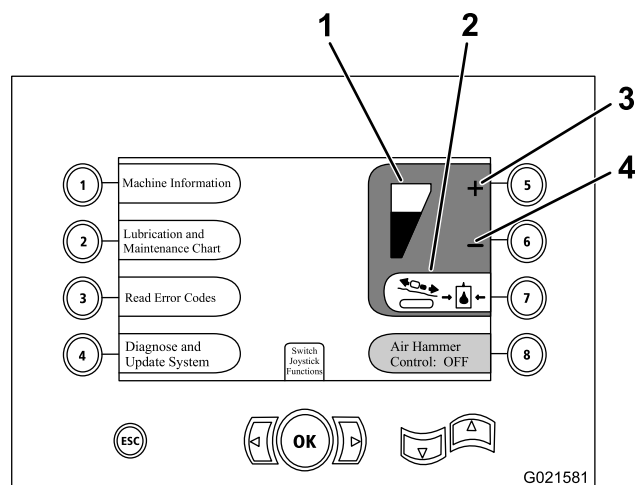

Рисунок 71
- Увеличьте или уменьшите давление каретки следующим образом: (Рисунок 71).
- Нажмите кнопку 5 на экранной странице, чтобы уменьшить давление каретки (Рисунок 71).
- Нажмите кнопку 6 на экранной странице, чтобы увеличить давление каретки (Рисунок 71).
**Примечание:** Индикатор давления каретки (Рисунок 71) будет показывать увеличение или уменьшение давления в зависимости от того, насколько вы увеличили или уменьшили его.